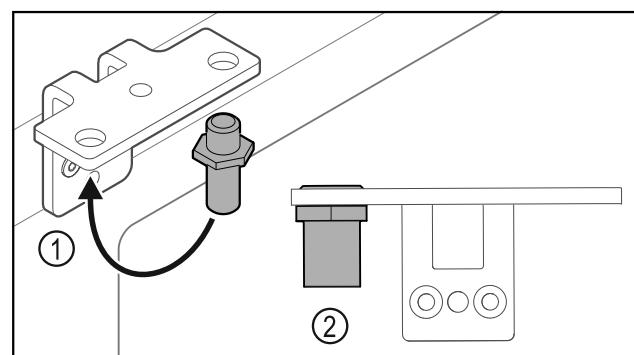

Fig. 17
- ▶ Перемістити палець Fig. 17 (1) у шарнірному кутику.
- Затягнути палець Fig. 17 (2) з **обертальним моментом 12 Нм**.